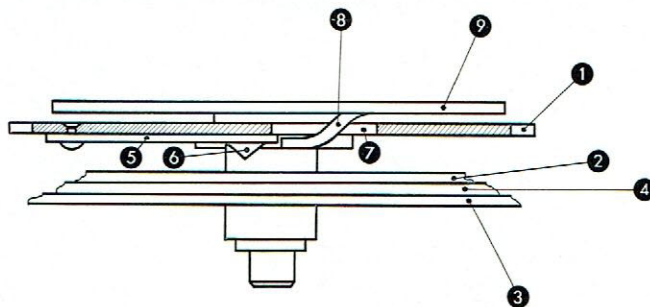

Fig. 19
La figure 19 représente le dispositif après arrêt de la sonnerie. La roue des heures (9) continuant de tourner, le bossage (8) a échappé à l'extrémité de la lame (5). Le plot (6) a repris sa place initiale et ne touche plus à la plaquette (2). Le courant ne passe plus dans la sonnette. Le dépassement de la lame (5) dans l'encoche (7) est tel que la durée totale de la sonnerie oscille entre 4 et 5 minutes. Cette précaution a pour but de limiter la consommation de courant au cas où l'utilisateur laisserait fonctionner la sonnerie sans utiliser le bouton d'interruption.